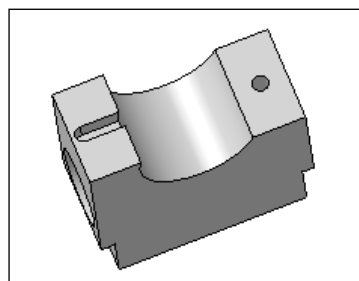

Рис. 4.42. Корпус с пазом
- ♦ вызовите команду **Выдавить выдавливанием** и проведите операцию выдавливания. В этой модели эскиз паза параметрически связан с вспомогательной проекцией отверстия. У вас должен получиться результат, подобный представленному на рис. 4.42.